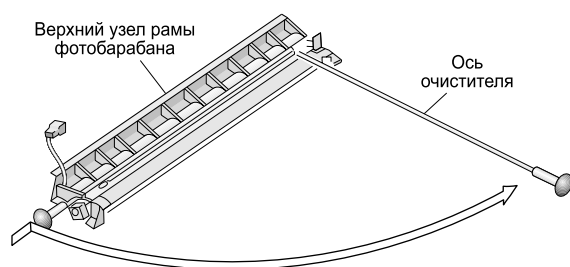

Рис. 1. Демонтаж оси очистителя
- при опущенном очистителе (сдвинутом к задней стороне рамы) поверните ось очистителя на  $90^\circ$  и снимите ее, подняв вверх (см. рис. 1);